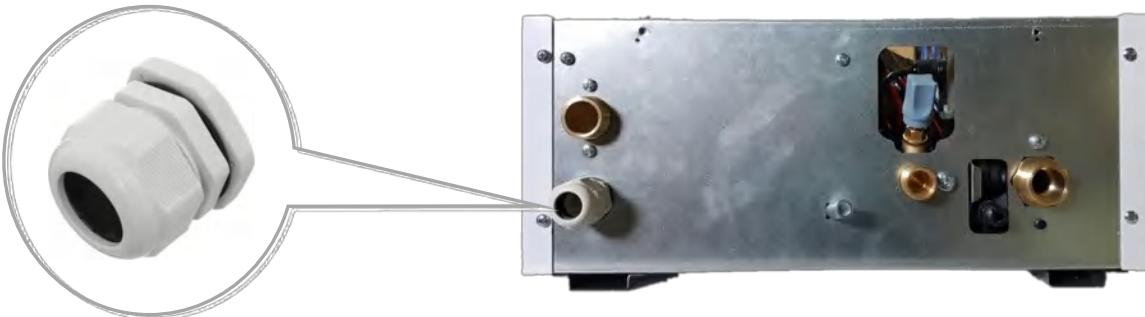

Рис. 11 Кабельный ввод
- Кабель питания прокладывается через кабельный ввод в нижней части электрокотла (См. Рис. 11).